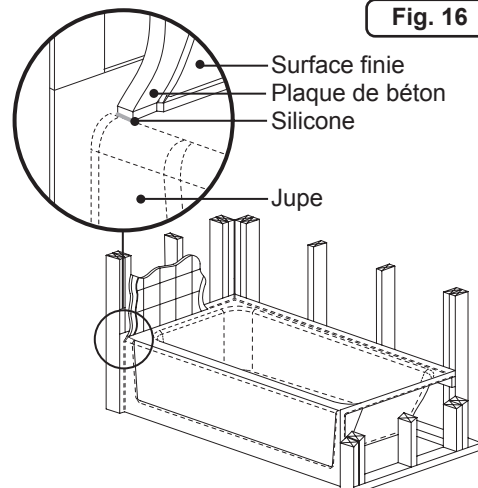

Fig. 16
8. Lorsque des planches d'appui dans un matériau n'étant pas à base de ciment sont utilisées, des fourrures de l'épaisseur des brides de clouage sont recommandées pour une installation sur les goujons au-dessus de l'unité installée afin de s'assurer que les murs seront bien ajustés. Un agent d'étanchéité 100 % silicone avec des propriétés de résistance aux moisissures doit être appliqué entre la planche d'appui et la surface horizontale de l'unité (Figure 16). Les matériaux du mur fini peuvent ensuite être appliqués.
10. Calfeutrez autour du périmètre de la baignoire pour sceller l'espace entre le rebord et le support fini (Figure 16).